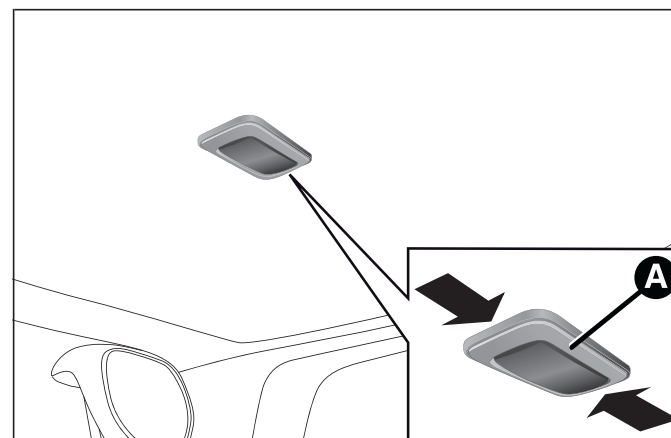

fig. 42
- ☐ actuar en el punto indicado por las flechas y retirar el plafón A fig. 42;
- ❑ volver a montar el plafón A fig. 42 introduciéndolo en su posición correcta, primero de un lado y, a continuación, presionando el otro hasta oír el "clic" de bloqueo.